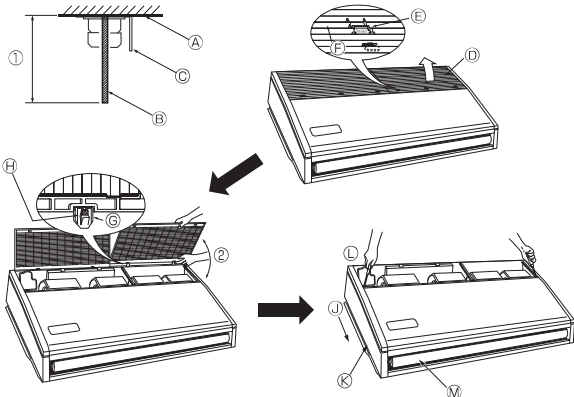

Fig. 3-4
**3.2.4. การเตรียมการติดตั้งเครื่องภายใน (Fig. 3-4)**